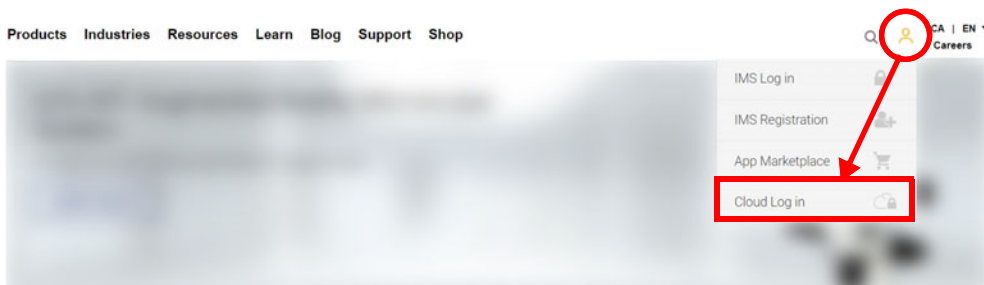

Figura 9-5 Login da nuvem
- Se precisar criar uma nova conta no OSC, vá para www.olympus-ims.com e clique em **Cloud Log in** (login da nuvem) para criar sua conta (consulte Figura 9-5 na página 231).